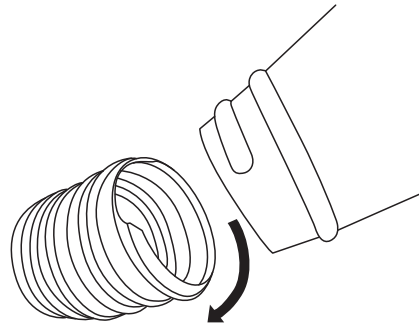

Fig. 14a
- c. Faire tourner le tuyau dans le **sens horaire** pour le retirer (Fig. 14a).